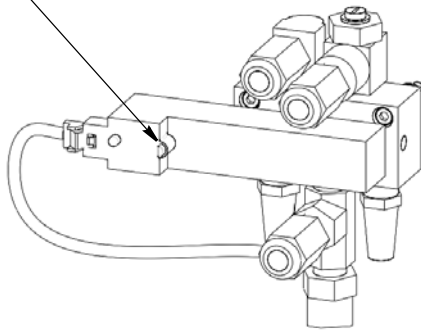

Figura 8
5. Presione y suelte el botón de actuación manual sobre la válvula de alimentación neumática que se encuentra en la parte trasera de la prensa hasta que el terminal se sitúe sobre el yunque. Consulte la Figura 8.